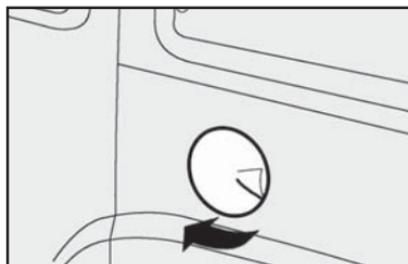

fig. 119
- 1) Abrir a portinhola de acesso à tampa fig. 119.
Para as versões equipadas com a porta lateral corredeira esquerda existe um dispositivo automático de segurança que impede a abertura da porta quando a portinhola de acesso a tampa do bocal de combustível fig. 119 estiver aberta.
Não abra a portinhola de acesso a tampa do bocal de combustível fig. 119 com a porta lateral corredeira esquerda aberta, pois a porta poderia mover-se e danificar a carroceria.